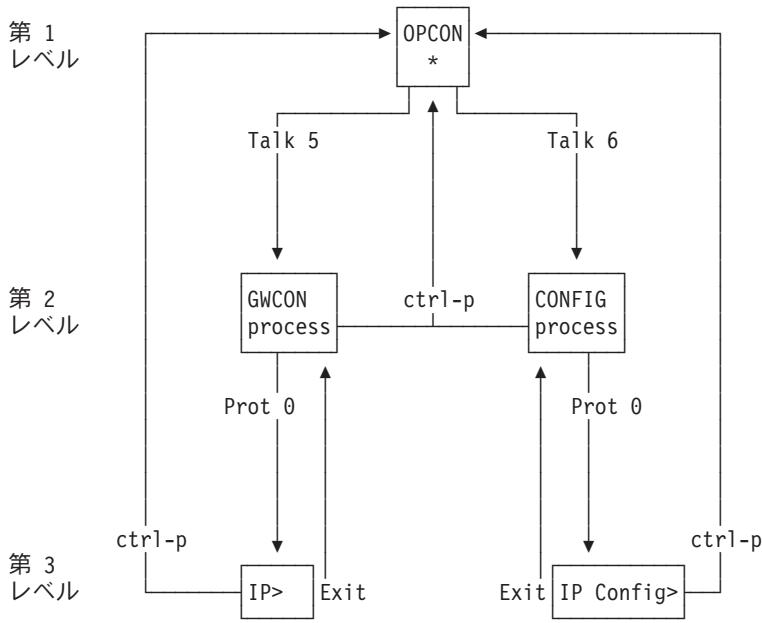

図19. 例としてプロトコル・コマンド (Prot) を使用するコマンド行インターフェースの構造
**回答** インターフェースの構造は、34ページの図19 に示されています。